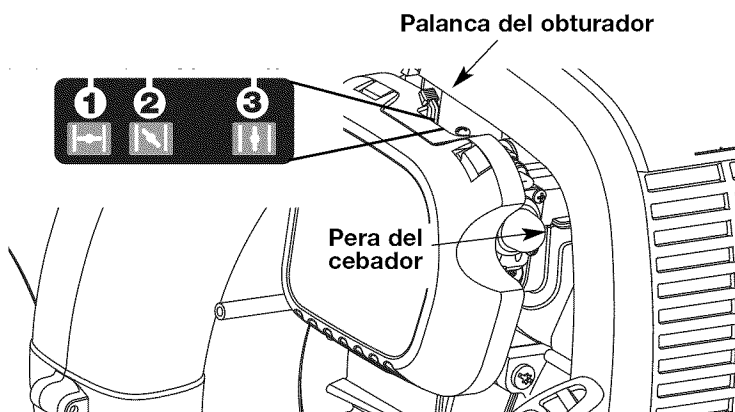

Fig. 15
- NOTA:** La unidad debe arrancarse en vacío. No oprima el gatillo mientras arranca la unidad (Fig. 15, A).
1. Una vez que el motor haya arrancado y esté caliente, oprima el gatillo para acelerar la unidad según sea necesario (Fig. 15, B).
2. Para períodos de funcionamiento más prolongados y para eliminar la posibilidad de fatiga en el dedo, mueva el control de crucero hacia la posición **RÁPIDO** para aumentar poco a poco o mantener la velocidad del motor de la unidad (Fig. 15, B). Cuando se oprima el control de crucero, el gatillo retrocederá hacia la manija.
3. Para disminuir la velocidad del motor, mueva el control de crucero hacia la posición **LENTO** y el gatillo regresará a la posición de marcha en vacío (Fig. 15, B).